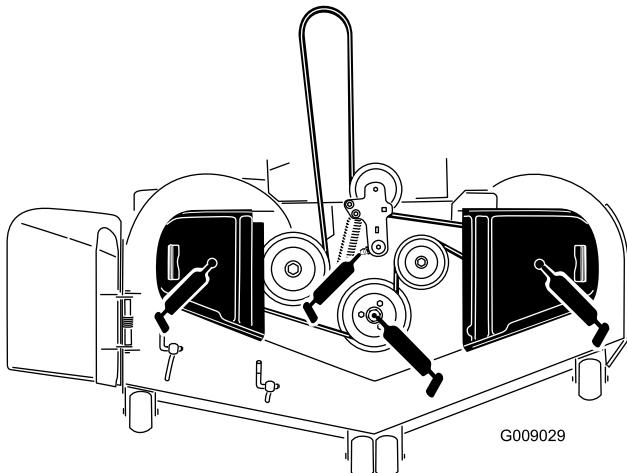

Figure 43
3. Graissez le pivot de la poulie de tension du tablier de coupe jusqu'à ce que la graisse ressorte par le bas (Figure 43).
4. Tondeuses série 6000 avec tabliers de coupe de 183 cm (72 po) seulement – Lubrifiez les roulements des 3 axes jusqu'à ce que la graisse ressorte par les joints inférieurs (Figure 43).
- Graissez le bras de la poulie de tension de la courroie d'entraînement (Figure 43).